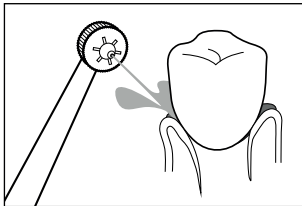
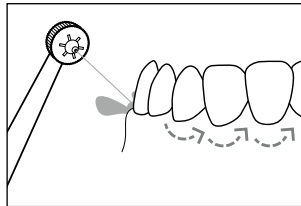

Fig. 8
Fig. 9
- ◆ Pour le nettoyage, dirigez le jet d'eau vers les espaces interdentaires et les bords des dents. Tenez la canule **2** de manière à ce que le jet d'eau puisse éliminer les restes alimentaires des gencives (voir fig. 8). Déplacez la canule **2** lentement le long des bords des dents d'un espace interdentaire à l'autre (voir fig. 9). Nettoyez de cette manière toutes les faces intérieures et extérieures des dents.